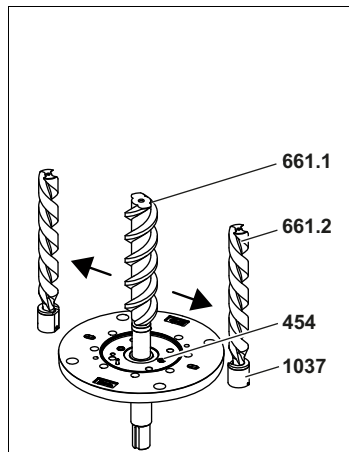

Fig. 21
4. Retirer les vis annexes **661.2**. Retirer le jeu de coussinets **1037** composé des coussinets et des disques segmentés ainsi que les bagues d'étanchéité de section carrée **454** et les conserver pour le montage, voir Fig. 21, page 37. Retirer les résidus du joint plat dans le couvercle à bride.